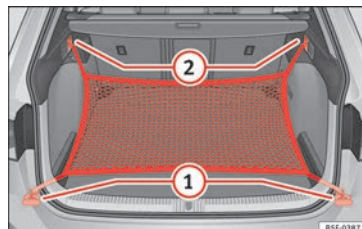

Abb. 177 Im Gepäckraum: Ösen (1) und Haken (2) zum Einhängen des Gepäckraumnetzes (Modell LEON ST).
- Hängen Sie die kurzen Haken des Netzes in die Verzurrösen »» **Abb. 177 ①** »» ⚠ ein. Der Reißverschluss des Gepäckraumnetzes muss dabei nach oben zeigen.
- Befestigen Sie die Spanngurte in den Taschenhaken **②**.